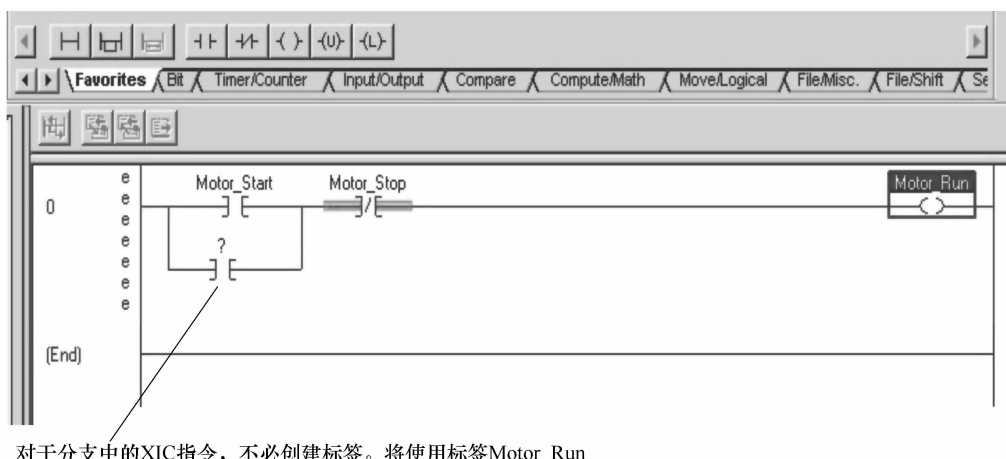

图 1-28 自锁指令标签的使用
11. 单击“确定”(OK)接受并创建标签。现在显示的梯级应与图 1-28 所示相同。